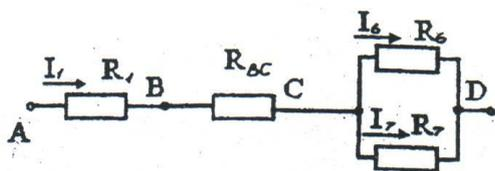

Рисунок 8 - Электрическая схема
Теперь схема цепи примет вид, приведенный на рис. 8.
10. На рис. 8 видно, что на участке ВС верхняя ветвь представляет собой последовательное соединение резисторов R_2 и R_{34} поэтому $I_{2-4} = I_2 = I_{34} = 2 A$ (см. первое свойство данного вида соединения).